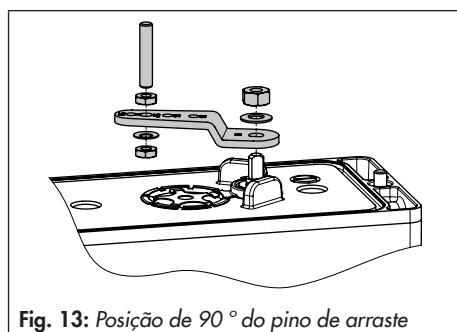

Fig. 13: Posição de 90 ° do pino de arraste
1. Aperte o bloco adaptador (1) na interface NAMUR do atuador utilizando os quatro parafusos de aperto (2).
2. Monte o disco de arraste (3) no veio do atuador. Use o adaptador do veio correspondente (consulte Tab. 6 na página 26).
3. Coloque o suporte adaptador (4) no bloco adaptador (1) e aperte-o utilizando os parafusos de aperto (5).
4. Insira e aperte o pino transmissor (2) na posição de 90 ° no braço do posicionador (consulte Fig. 13). Utilize apenas o pino transmissor mais comprido incluído no kit de montagem.
5. Alinhe o posicionador no suporte adaptador (1) de forma a que o pino transmissor engate no disco de arraste do atuador (3).
6. Aperte o posicionador no suporte adaptador (4) utilizando os parafusos de aperto (6).
2. Monte o disco de arraste (3) no veio do atuador. Use o adaptador correspondente (consulte Tab. 6 na página 26).
5. Insira e aperte o pino transmissor (2) na posição de 90 ° no braço do posicionador (consulte Fig. 13 na página 63).
6. Alinhe o posicionador no suporte adaptador (1) de forma a que o pino transmissor engate no disco de arraste do atuador (3).
7. Aperte o posicionador no suporte adaptador (4) utilizando os parafusos de aperto (6).
8. Monte o Amplificador de inversão Tipo 3710 (7) juntamente com os dois casqui-